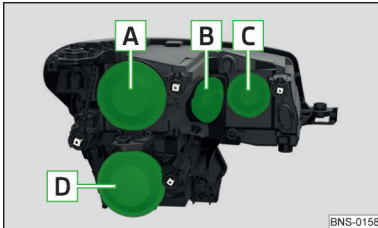

Abb. 370
Glühlampenordnung » Abb. 370
- › Die Schutzkappe **C** » Abb. 370 auf Seite 326 abnehmen.
- › Die Schutzkappe **C** » Abb. 370 auf Seite 326 einsetzen.
- › Die Schutzkappe **B** » Abb. 370 auf Seite 326 abnehmen.
- › Die Schutzkappe **B** » Abb. 370 auf Seite 326 einsetzen.
- › Die Schutzkappe **A** » Abb. 370 auf Seite 326 abnehmen.
- › Die Schutzkappe **A** » Abb. 370 auf Seite 326 einsetzen.
- Die Schutzkappe **D** » Abb. 370 auf Seite 326 abnehmen.
Die Schutzkappe **D** » Abb. 370 auf Seite 326 einsetzen.